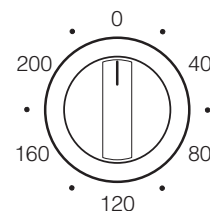

fig. 7
- Met de thermostaatknop (fig. 7) is de friteuse instelbaar van 40 - 200 °C. De friteuse is voorzien van een maximaalbegrenzer en is dus beveiligd tegen te hoge temperaturen.